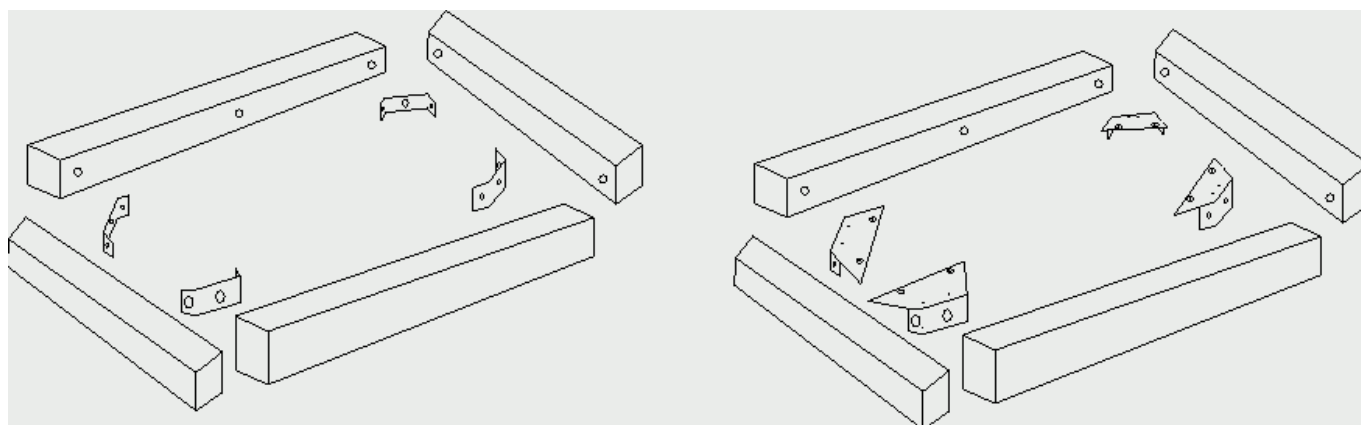

Рис.1
2.3.1. Разместить на ровной и чистой поверхности стенки боковые (трубы) и крепления, как показано на Рис. 1: